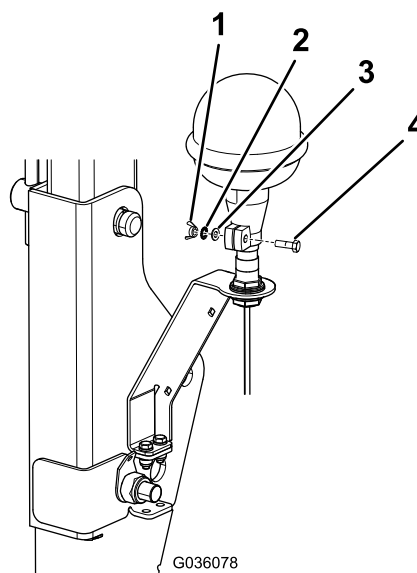

Bild 7
6. Ziehen Sie die Flügelmutter an der Klemme an (Bild 7).